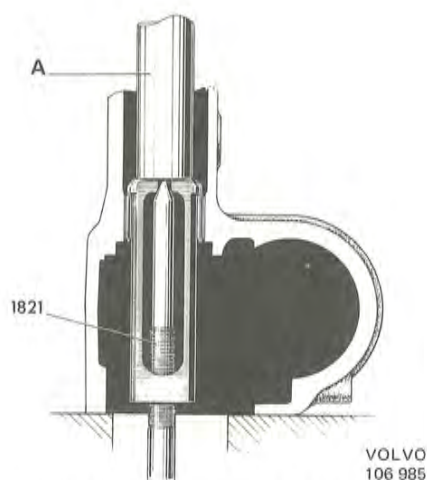
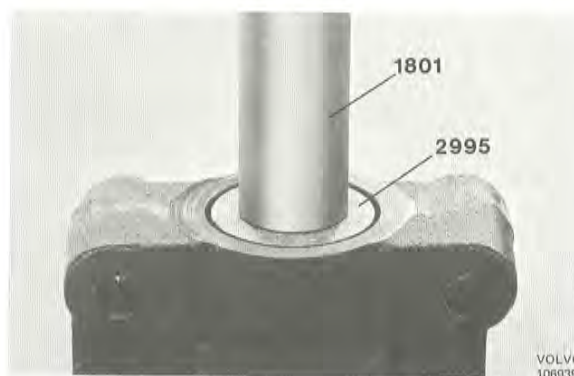

Bild 91. Demontering av nållager
Bild 92. Montering av nållager
3. Kontrollera nållager i huset och i locket beträffande skador. Byt lager vid behov. För demontering används verktyg 1821 (bild 91) och för ipressning dorn 2995 och skaft 1801 (bild 92).